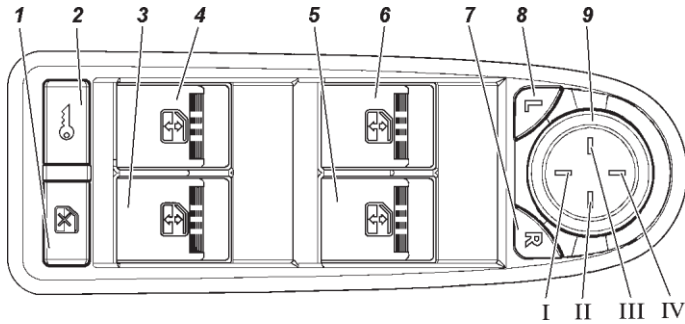

Fig. 3.14. Módulo de interruptores de la puerta del conductor con control multiplex:
El sistema puede ser transferido al modo de desbloqueo rápido de la puerta del conductor cuando al pulsar el 2 botón del CR o girar la llave en la cerradura de la puerta del conductor se produce sólo el desbloqueo de la puerta del conductor, y al pulsar repetidamente el botón 2 del CR o el botón 2 del MPC (fig. 3.14) se produce el desbloqueo de las puertas laterales y de la puerta trasera.
- presionar el botón 2 (fig. 3.14) del MPC. Con cada clic se bloquean o desbloquean las cerraduras.
El control de la posición del cristal se realiza con ayuda de los interruptores situados en los reposabrazos de las puertas respectivas del vehículo. En el reposabrazos de la puerta del conductor con ayuda de los interruptores 3, 4, 5, 6 (fig. 3.14) se controla el movimiento de la posición de los cristales de las puertas laterales.
El control del motor eléctrico de los espejos exteriores izquierdo y derecho se realiza con el único interruptor 9 (fig. 3.14) que se encuentra en el MPC. La elección del ajuste según los comandos desde el interruptor del espejo se realiza con uno de los interruptores 7 u 8 del MPC — botones de selección del espejo. No es posible el ajuste simultáneo de la posición de los espejos izquierdo y derecho.